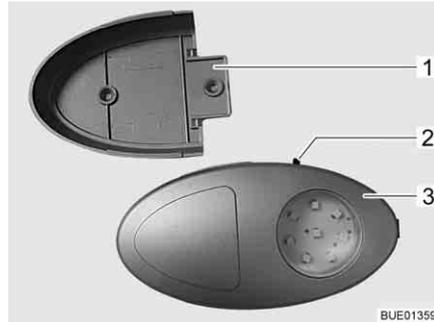

Bild 70 Kleiderschrankleuchte
- ▷ Die Kleiderschrankleuchte kann aus der verschraubten Halterung (Bild 70,1) herausgezogen und als Taschenlampe verwendet werden.
Der Ein-/Ausschalter (Bild 70,2) ist direkt an der Kleiderschrankleuchte (Bild 70,3) angebracht.